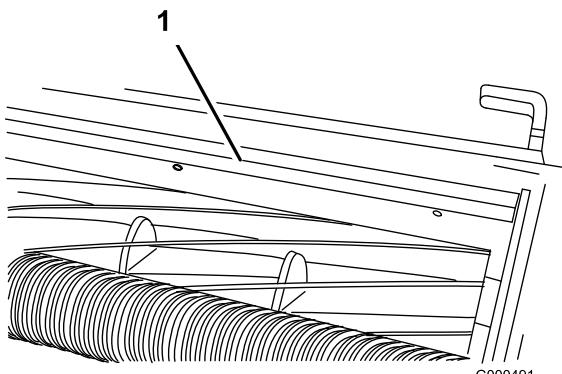

図 11
1. バー（図 11）をカッティングユニットに固定しているネジをゆるめる。